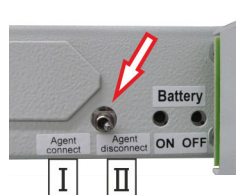

Fig. 17 : Commutateur de blocage
3. ➤ Bloquer le système : commuter le commutateur de blocage (Fig. 17 /flèche) sur « Agent disconnect [bloqué] » (Fig. 17 / II).
Activer le système : commuter le commutateur de blocage (Fig. 17 /flèche) sur « Agent connect [non bloqué] » (Fig. 17 / II).